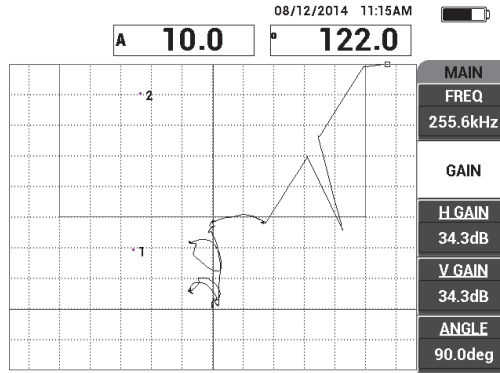

Figura 6-42 Il guadagno regolato per il punto superiore
11. Regolare il parametro **GUAD.** (tasto B) per regolare il punto superiore ad approssimativamente il 90% dell'altezza dello schermo (vedere Figura 6-42 a pagina 167).